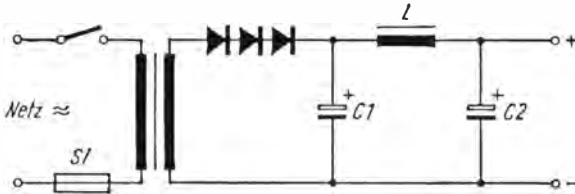

Abb. 63
den Anodenstrom zu erhalten. Man verwendet dazu eine Siebkette. Sie besteht aus großen Elektrolytkondensatoren (C) und Netzdrosseln (L) oder Widerständen (R). Wir sprechen von der L - C -Kette oder von der R - C -Kette (Abb. 63 und 64). Was ist der Unterschied und wie wirken diese Vorrichtungen?